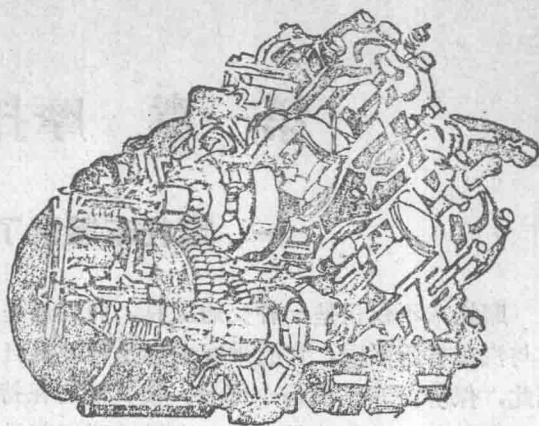

图3 川崎
③ 双缸二冲程发动机目前主要是采取并列、直列V型的排列方式。进气方式有活塞簧片阀式和旋转阀式等，通用机械技术发挥了很大作用。水冷超级体育用车的排气量基本是250ml和350ml(图3)。